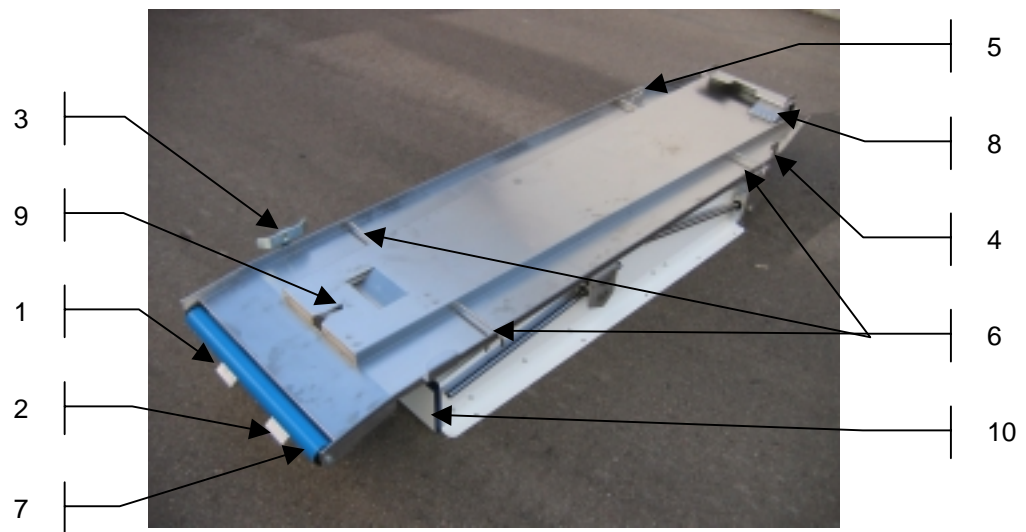

Abbildung 1: Gesamtübersicht der Patientenlagerung
3. Ziehen Sie den Hebel „Tisch“ zur Entriegelung der Tragenaufnahme (siehe Abb. 1 auf Seite 5, Positionsnr.1) mit der linken Hand nach oben und ziehen Sie dabei leicht die Aufnahme mit der Fahrtrage heraus.
3. Ziehen Sie den Hebel „Trage“ zur Entriegelung der Fahrtrage (siehe Abb. 1 auf Seite 5, Positionsnr. 2) mit der rechten Hand nach oben. Die Fahrtrage bewegt sich auf Grund der Schwerkraft auf der geneigten Tragenaufnahme auf Sie zu.
2. Schieben Sie die Fahrtrage über die Anlaufrolle (siehe Abb. 1 auf Seite 5, Positionsnr.7) auf die Tragenaufnahme.
5. Beachten Sie, dass der Pilz ordnungsgemäß in die hintere Verriegelung der Fahrtrage (siehe Abb. 1 auf Seite 5, Positionsnr.9) eingerastet ist.
2. Ziehen Sie den Hebel zur Entriegelung der Tragenaufnahme (siehe Abb. 1 auf Seite 5, Positionsnr.1) mit der linken Hand nach oben und schieben Sie dabei die Aufnahme mit der Fahrtrage ins Fahrzeug.